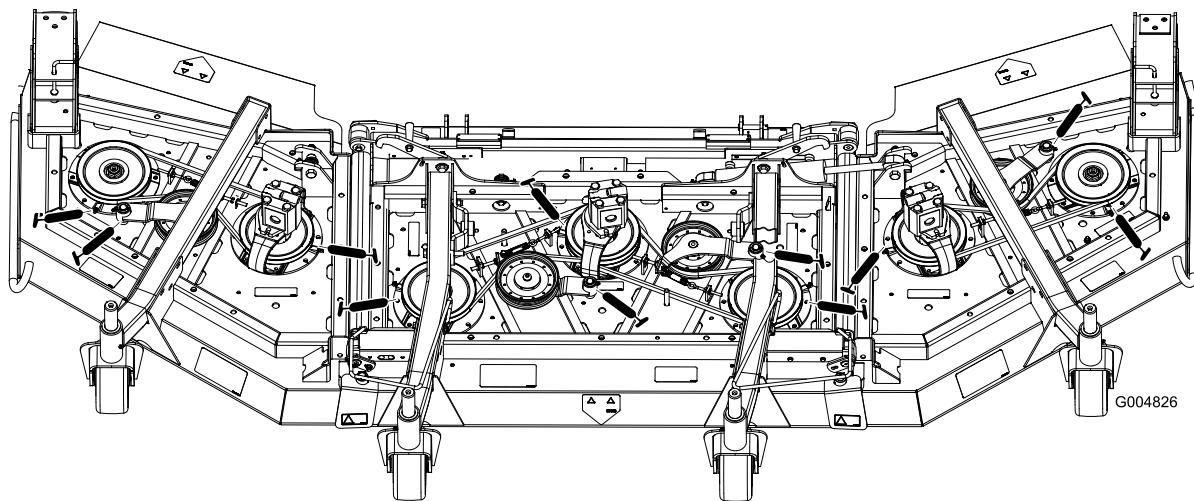

図 41
- スピンドルのシャフトのベアリング3ヶ所ペリの下(図 41)
- アイドラー臂のピボットブッシュ2ヶ所図 41